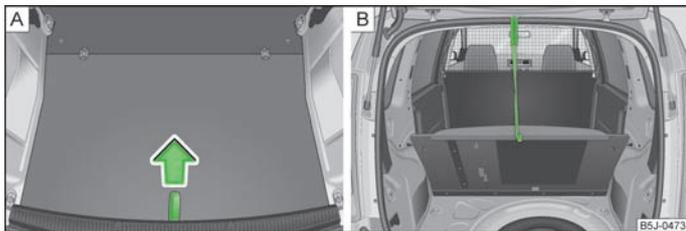

Fig. 156 Boucle pour soulever le plancher de chargement/fixation du plancher de chargement avec un crochet en plastique
- Soulevez le plancher du compartiment de chargement au niveau de la boucle » fig. 156 - [A] et fixez-le avec le crochet en plastique (celui-ci se trouve sous le bord du plancher du compartiment de chargement) sur le bord supérieur de la découpe du hayon du compartiment de chargement » fig. 156 - [B].